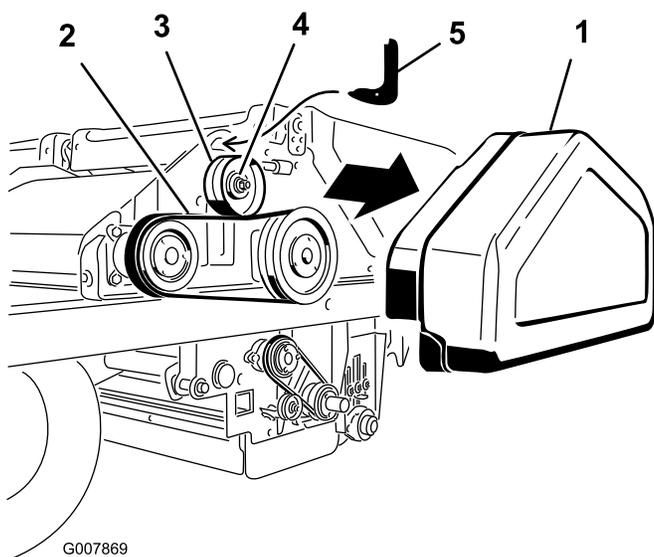

Figura 58
1. Retire la cubierta de la correa (Figura 58).
2. Afloje la tuerca de la polea tensora (Figura 58).
3. Introduzca el gancho de la herramienta de tensado en el orificio que está encima de la polea tensora (Figura 58).
5. Introduzca el vástago de una llave dinamométrica de 1/2" en el orificio de la herramienta de tensado (Figura 58).
6. Gire la herramienta hacia usted hasta obtener un par de 345 kPa, y luego, manteniendo ese par, apriete la tuerca de la polea tensora (Figura 58).